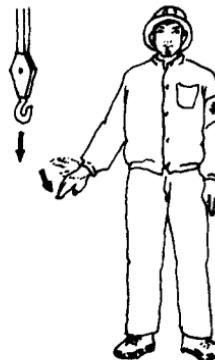

图 2-8 吊钩微微下降
8) “吊钩微微下降” 手臂伸向侧前下方，与身体夹角约 30° ，手心朝下，以腕部为轴，重复向下摆动手掌，如图 2-8 所示。